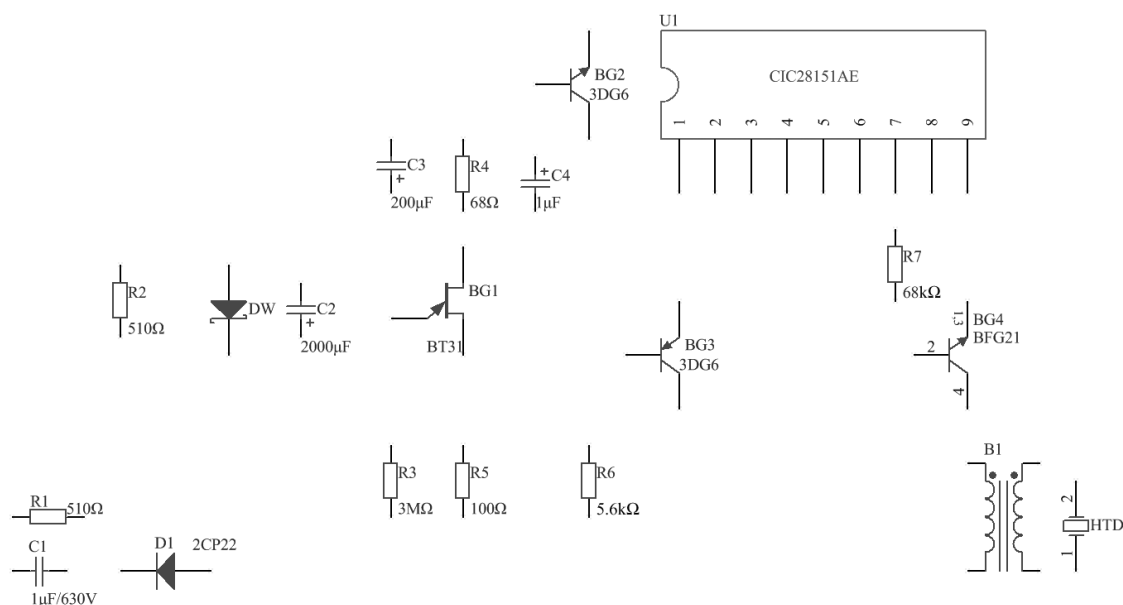

图 4-45 元件调整和布局效果
17) 同样的方法设置其余参数，同时进行布局，结果如图 4-45 所示。